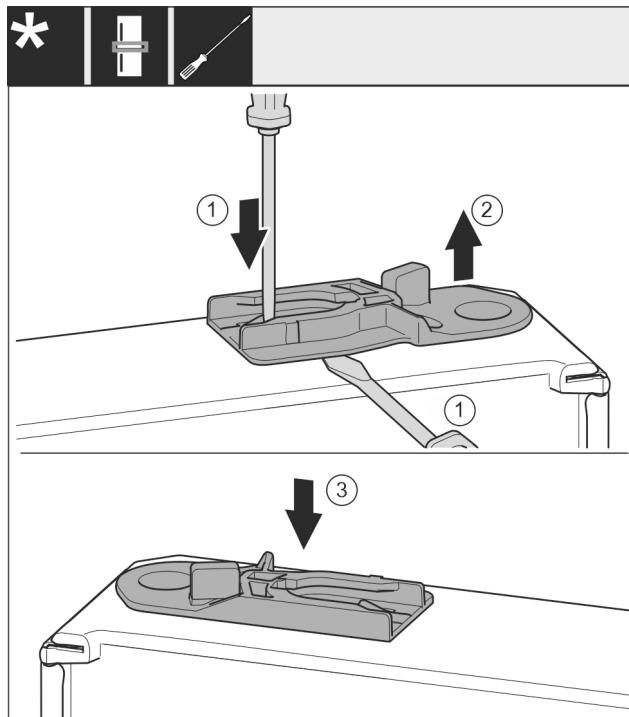

Fig. 48 *
- Estrarre la boccola di guida: Premere la linguetta Fig. 48 (1) con un cacciavite a intaglio e allo stesso tempo spostare in basso la boccola di guida Fig. 48 (2) con il cacciavite a intaglio.*
- Inserire la boccola di guida Fig. 48 (3) inclusa nella fornitura sull'altro lato dell'alloggiamento.*